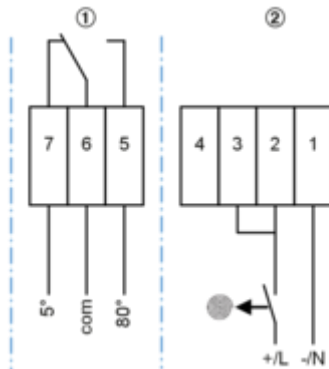

Abb. 61: Anschlussbeispiel
- Anschluss des Federrücklaufantriebs anhand des hier gezeigten Anschlussbeispiels Abb. 61 .